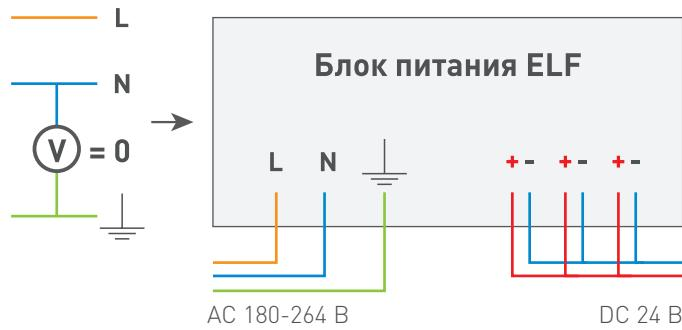

Рис. 4
- Для объектов [электроустановок], в которых применён принцип изолированной нейтрали [Рис. 4].
▲ ВАЖНО: При данном способе подключения к входному терминалу изделия подключаются все провода линии связи (фаза, ноль, заземление), предназначенной для подачи напряжения питания на изделие [Рис. 4]. Подключение заземляющего провода является обязательным!